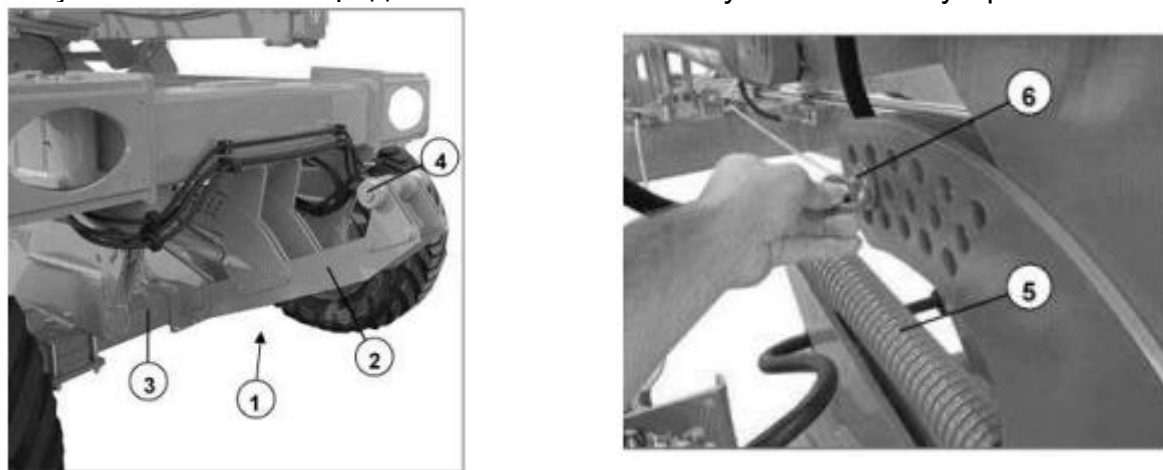

Рис.6.3
Устройство ведения по глубине (1) с тягами (2) смонтировано сзади на оси (3) шасси – см. рис. 6.3. С помощью тяг (2) и улавливающих карманов осуществляется стабилизация навесных орудий. Таким образом улучшается боковой ход этих орудий. Ролики (4) тяг при работе заходят в карманы, а пружины (5) постоянно удерживают их в этом положении.